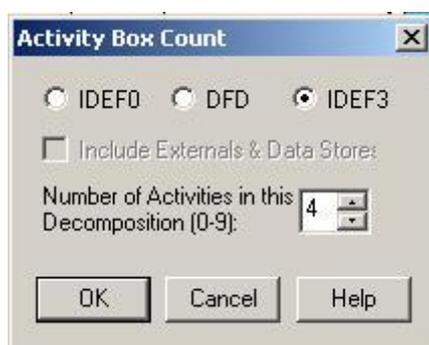

Рис.1. Выбор нотации IDEF3 в диалоге Activity Box Count
1. Перейдите на диаграмму A2 и декомпозируйте работу «Сборка настольных компьютеров». В диалоге *Activity Box Count* (рис. 1.) установите число работ 4 и нотацию IDEF3.